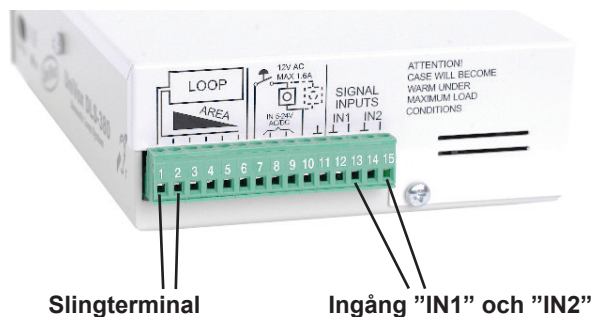
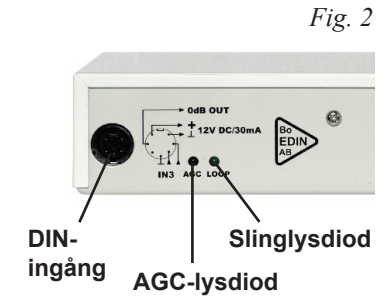
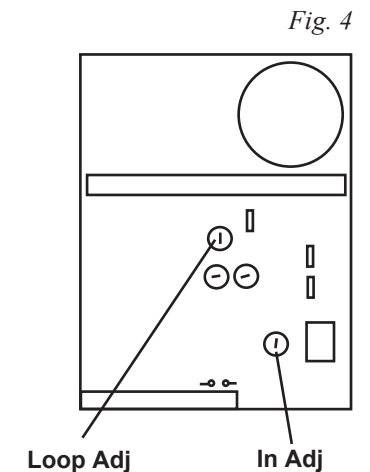

Fig. 1
Fig. 2
Fig. 4
1. Anslut slingkabeln till slingterminalerna 1 och 2 enligt Fig. 1.
2. Anslut signalkabeln från signalkällan, se datablad AC/DC-100, till ingång "IN1" eller "IN2" (Fig. 1) eller DIN-ingången (Fig. 2). Se till att signalkabeln inte ligger nära och parallellt med slingkabeln för att undvika störande påverkan.
1. Se till att insignalen aktiverar röd lysdiod "AGC" (Fig. 2), annars justeras trimpotentiometern "In Adj" inuti AC/DC-100 till dess den aktiveras.
2. Vrid försiktigt på "Loop Adj"-potentiometern (Fig. 4) inuti AC/DC-100 till dess magnetfältet uppnår 400mA/m  $\pm$ 3dB i de högsta topparna. Använd UniVox FSM eller annan äkta RMS fältstyrkemätare och följ instruktionerna för mätinstrumentet. Den gröna lysdioden "LOOP" (Fig. 2) lyser när det flyter ström genom slingan.